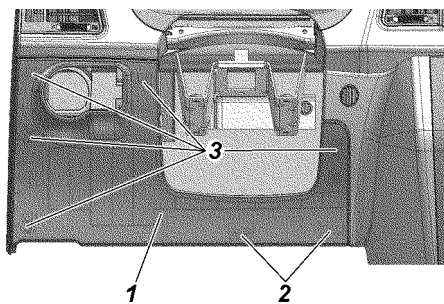

Рис. 9.26. Установка крышки блока реле и предохранителей :
- вывести из зацепления две защелки 2 (рис. 9.26) с оборотной стороны крышки блока, расположенные в нижней ее части;